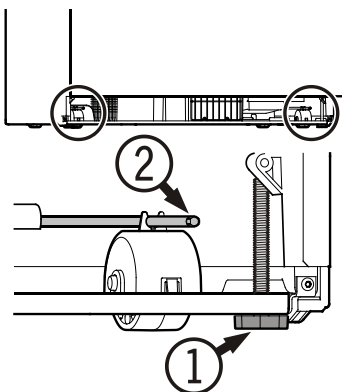

Figura 17
Nivelación del aparato - Figura 17
Para evitar que el aparato se incline hacia adelante las patas de regulación ① (Figura 17) deben estar en contacto con el piso.